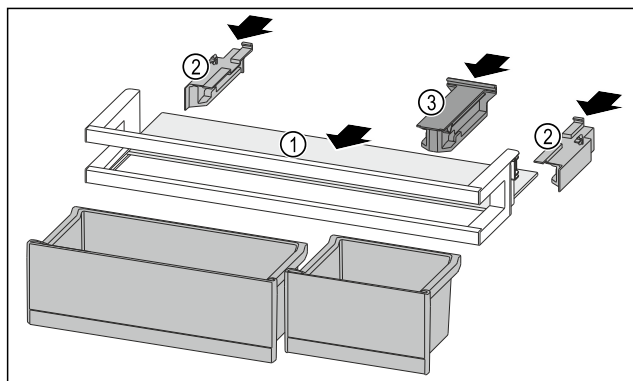

Fig. 134
- ▶ 将搁板 Fig. 134 (1)推入侧面凹槽。
- ▶ 插入侧面部分 Fig. 134 (2)。
- ▶ 插入定位件 Fig. 134 (3)。